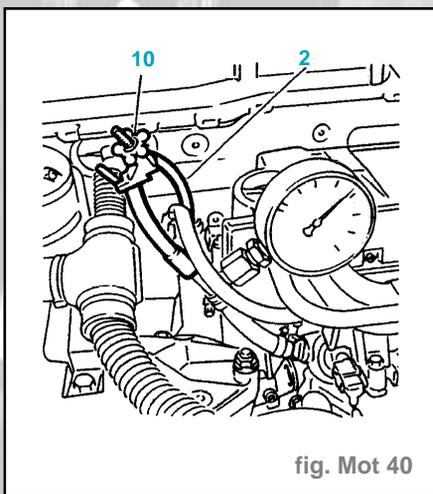

fig. Mot 40
- Pincer le tuyau (2) avec l'outil [10] (fig. Mot. 40).